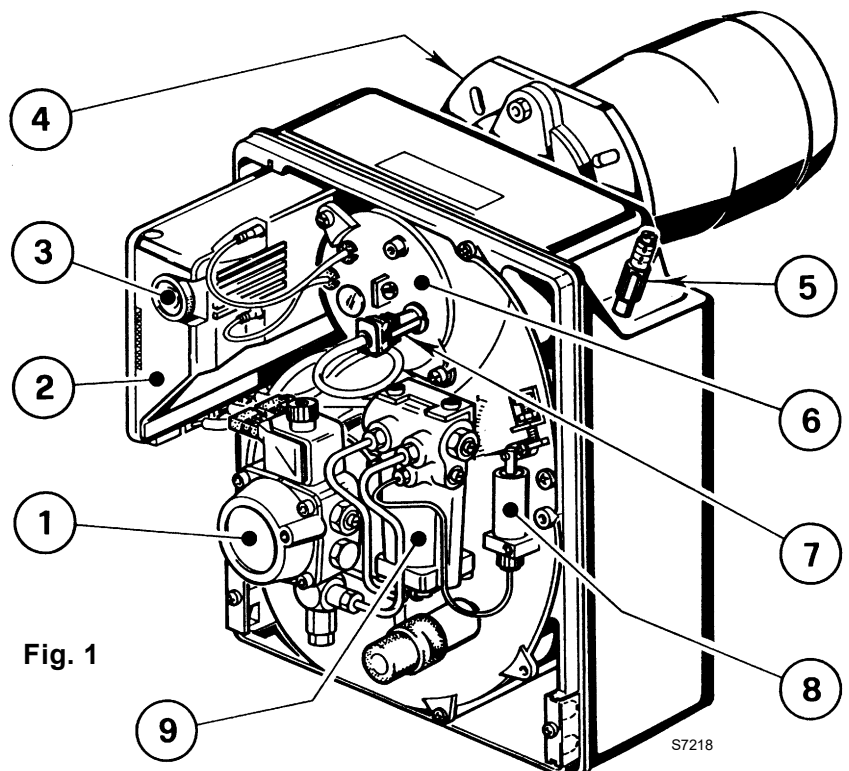

Fig. 1
**B** Wird durch die Kontrollampe am Steuer- und Überwachungsgerät signalisiert (3, Abb. 1, S. 1).
- Die Reinigung des Flammenfühleres ausführen, (7, Abb. 1, Seite 1).
In den meisten Fällen führt eine Störung zum Aufleuchten der Kontrolleuchte in der Entstörtaste des Steuergeräts (3, Abb. 1, S. 1).